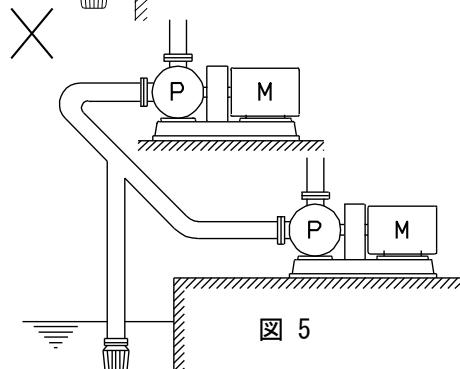

図5
- (e) 吸込配管を図5のように分岐にしないようにしてください。1台運転のとき、停止中のポンプから空気を吸い込み、揚水不能となることがあります。